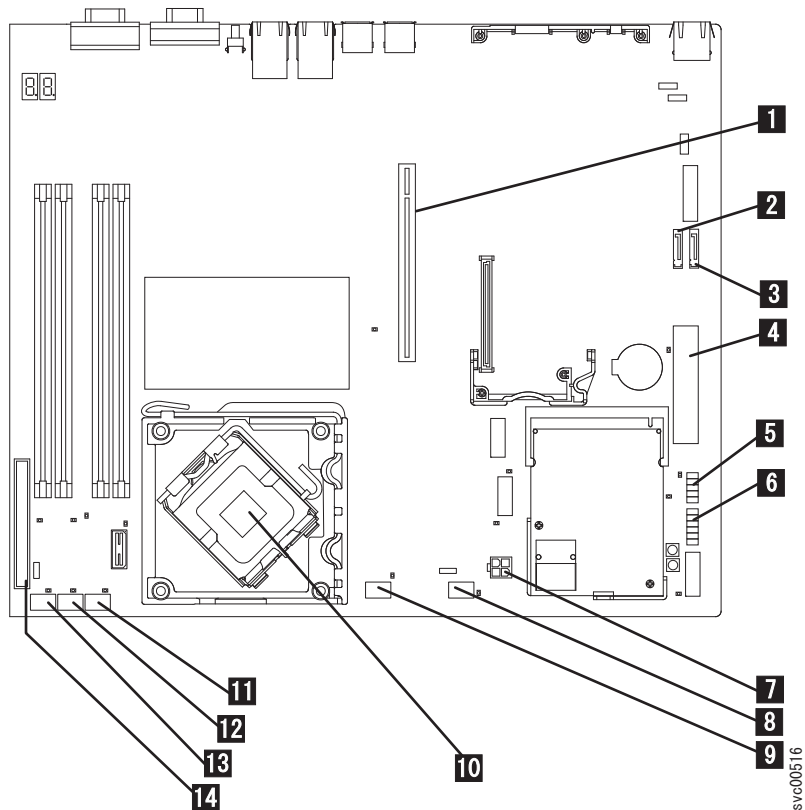

図 275. SAN ボリューム・コントローラー 2145-8A4 システム・ボードで使用されるコネクタ
7. 各ケーブルをどこに取り付けるかがわかるように、ケーブルにマークを付けます。 313 ページの図 275 は、SAN ボリューム・コントローラー 2145-8A4 システム・ボード上のコネクタを示しています。